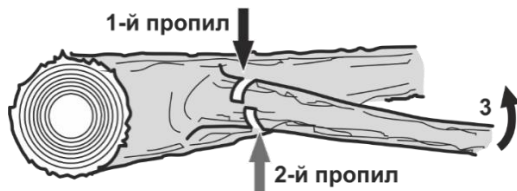

Рисунок 17 Послідовність обрізки гілок і сучків із поваленого дерева.
1. Визначте напрям вигину гілки (3, рис.17), яку Ви плануєте відпилити.